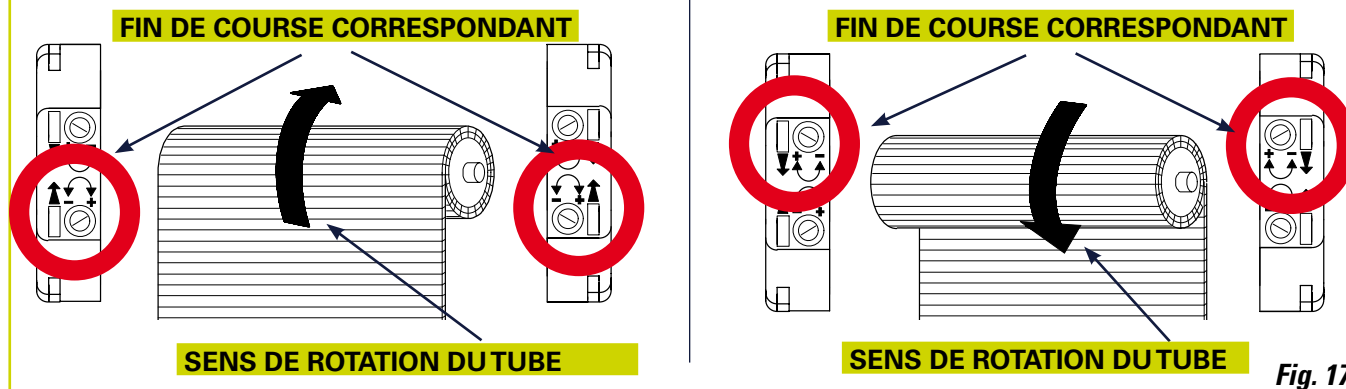

Fig. 17
- 2) Avec l'outil de réglage des fins de course, tourner la vis du fin de course correspondant au sens de rotation de descente du TUBE (Fig. 17), vers le signe plus (+) pour augmenter la course du volet roulant, vers le signe moins (–) pour la réduire.